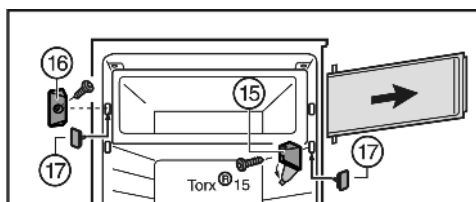

Fig. 7
- ▶ Kryt na stojanu ložiska Fig. 7 (15) vyklopte.
- ▶ Stojan ložiska Fig. 7 (15) odšroubujte s dvířky přihrádky.
- ▶ Uzávěr Fig. 7 (16) odšroubujte.
- ▶ Uvolněné otvory uzavřete příloženými zátkami Fig. 7 (17).